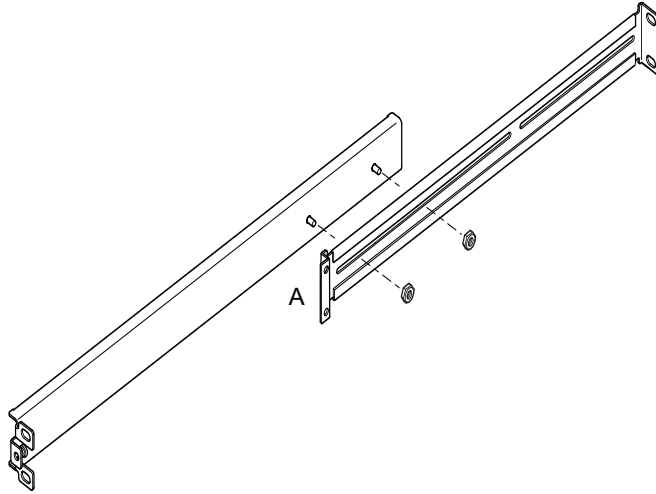

FIGURA 5-3 Colocación de los rieles de montaje de un bastidor estándar de 19 pulgadas de ancho
- En el bastidor estándar de 19 pulgadas de ancho, la orejeta de ángulo doble (A) debe estar en la parte frontal (consulte la FIGURA 5-3).